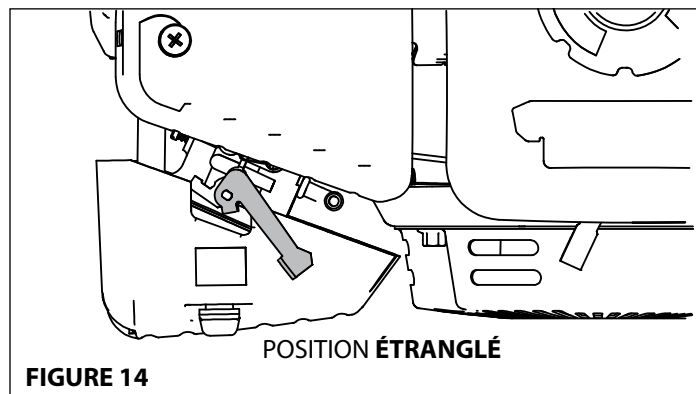

FIGURE 14
- Si le moteur est froid ou que la température ambiante est basse, mettre le levier du volet de départ en position **ÉTRANGLÉ. VOIR FIGURE 14.**